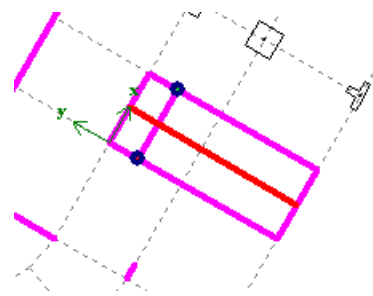

Рис.1.5.14. Указанные узлы
- Укажите на схеме второй узел – узел пересечения осей 3а и стены (между осями Б1 и В1) в соответствии с рис. 1.5.14.